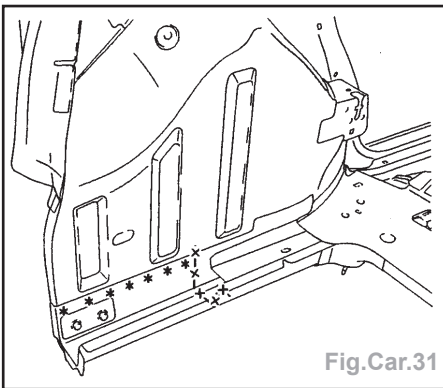

Fig.Car.31
- Dégraffer les points à l'aide d'une fraise de Ø 8 mm (Fig.Car.31).